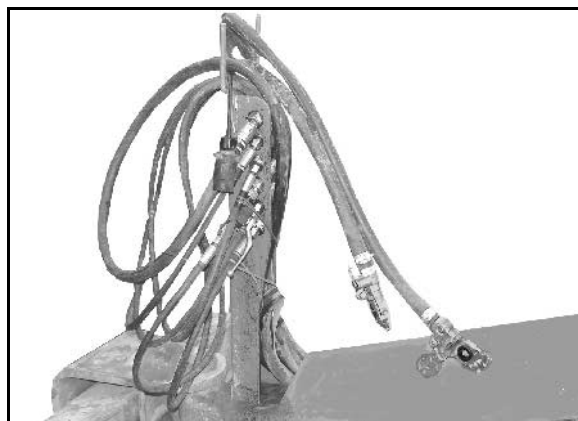

Bild 14
3. Fäst kontakterna i parkeringskopplingen (Bild 14).